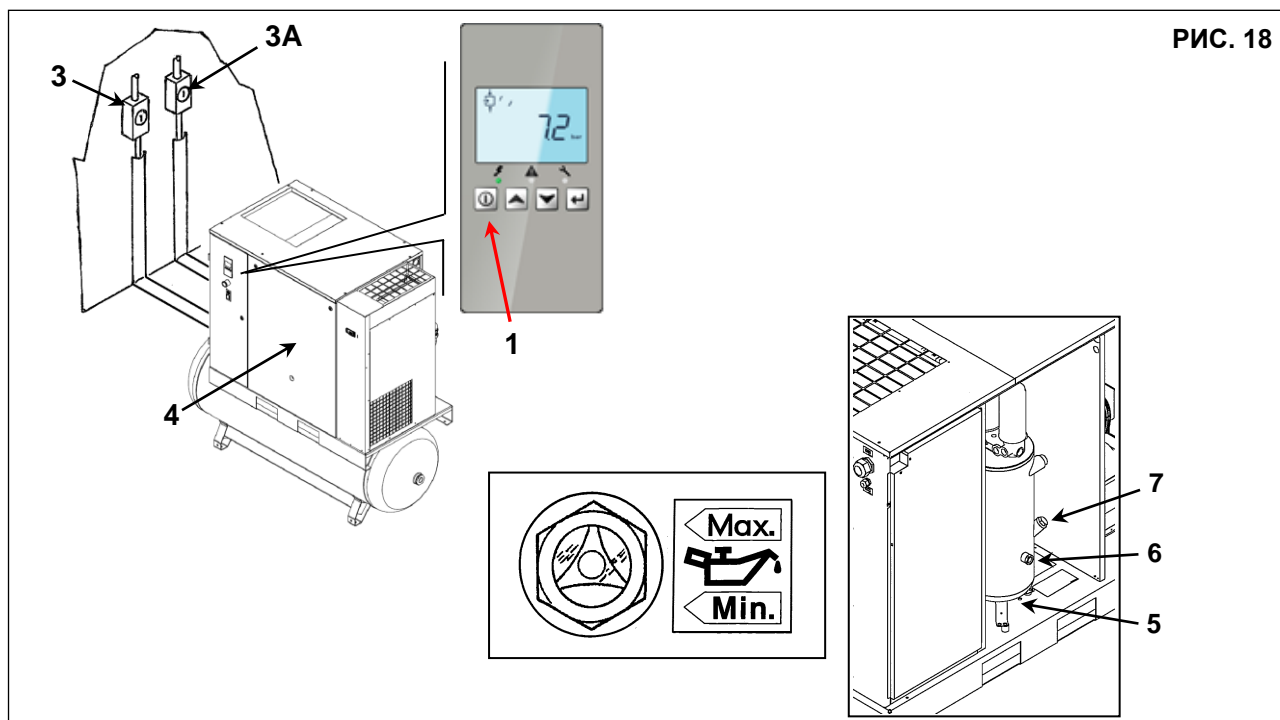

РИС. 18
- Выключить машину кнопкой Поз. 1 Рис. 18: Таким образом, машина останавливается через 30 секунд холостого хода.
- Отключите питание при помощи разъединителя, поз. 3 рис. 18 (компрессор) и Поз. 3А Рис. 18 (на осушителе, если установлен).
- Снимите панели поз. 4, рис. 18, воспользовавшись прилагаемым ключом.
- **МЕДЛЕННО поверните кран, поз. 5, рис. 18, и дайте конденсату стечь.**
- Проверьте уровень масла по индикатору поз. 6, рис. 18.
- Выключите машину кнопкой поз. 1, рис. 18; при этом машина остановится, проработав 30 секунд на холостом ходу.
- Проверьте уровень масла по указателю поз. 6, рис. 18.
- Откройте переднюю панель, поз. 4, рис. 18, специальным ключом.
- Медленно отверните крышку маслосливной горловины поз. 7, рис. 18.
- Долейте масло того же типа, который залит в компрессор, до максимального уровня, поз. 6, рис. 18.
- Закрутите крышку масляного бака поз. 7, рис. 18.
- Установите на место панель, поз. 4, рис. 18.